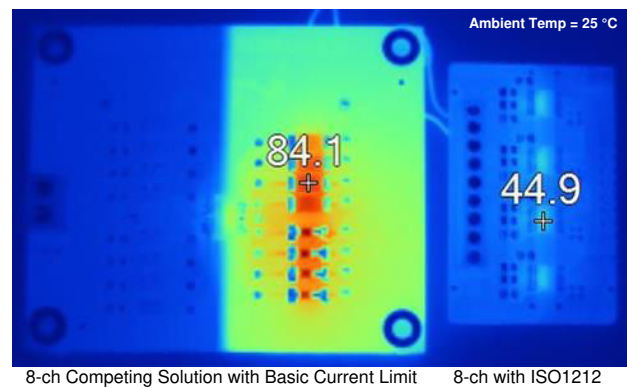

图 3. 电路板温度比较：传统解决方案与 ISO1212 相比
1. **功率损耗更低**：ISO121x 具有的精确电流限制功能可将数字输入中的电流消耗降低最高 5 倍，从而降低功率损耗和电路板温度。如图 3 所示，在室温测